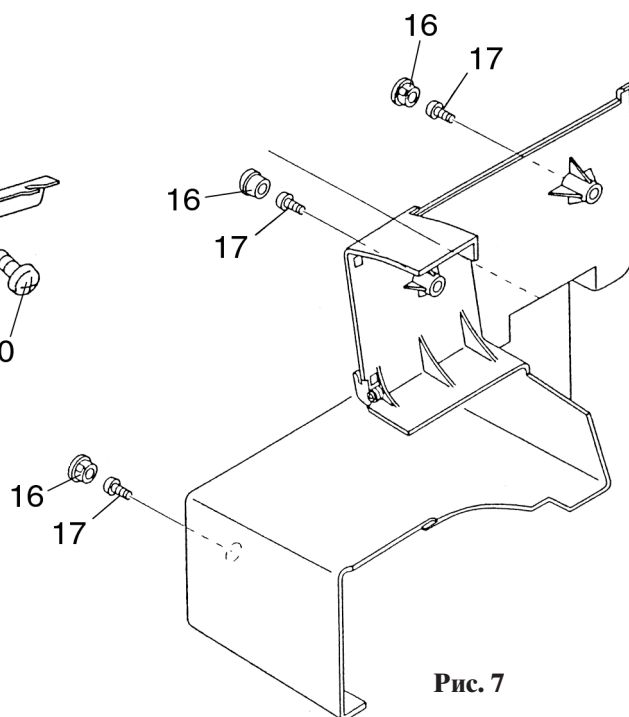

Рис. 7
- Извлеките заглушки 16 (рис. 7).